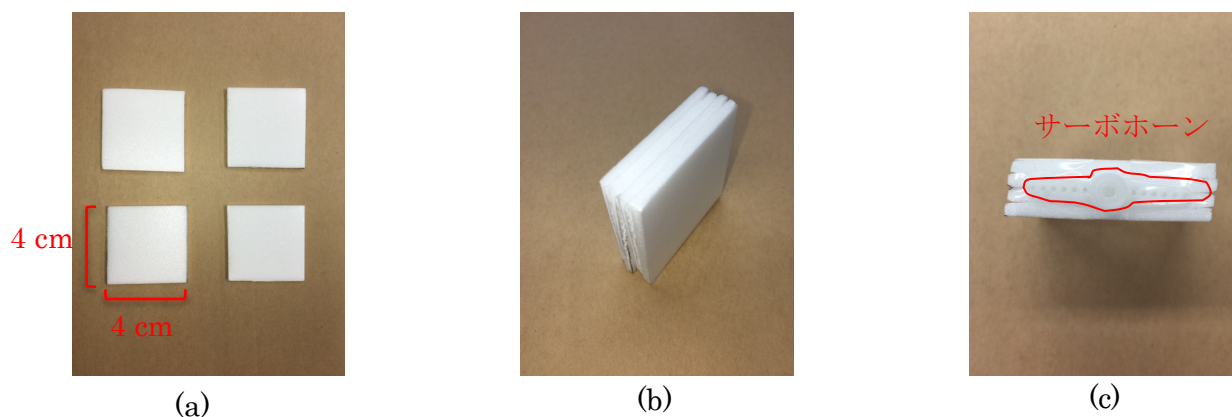

図 7.2.7 : サーボホーンを取り付け
1. スチレン板を $4\text{cm} \times 4\text{cm}$ の正方形に切り取る。これを 4 枚作る (図 7.2.7 (a))
2. 4 枚をテープで張り合わせて 1 枚の厚板にする (図 7.2.7(b))
3. サーボホーンを板の側面にテープで貼り付ける (図 7.2.7 (c)) サーボホーンは回転軸から 2 本のホーンが伸びているものが固定しやすい。